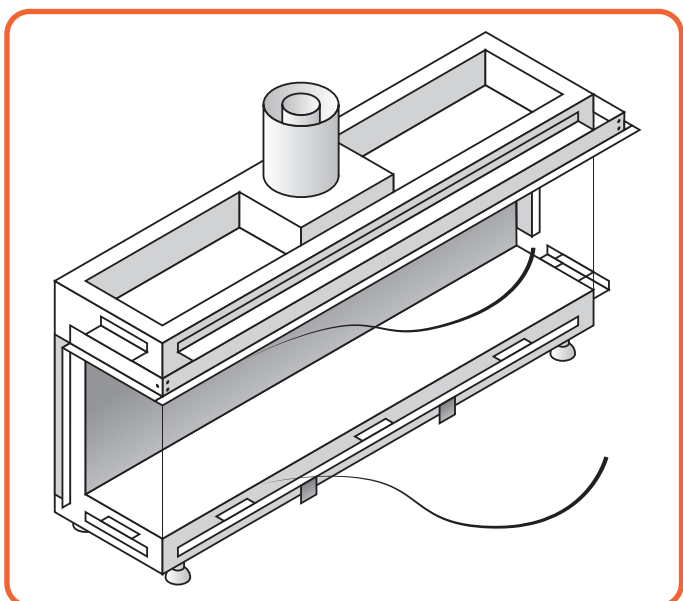

Figura 10.4 - Rimozione dei fili del vetro
- Rimuovere i cavi del vetro. (vedi **Figura 10.4**)